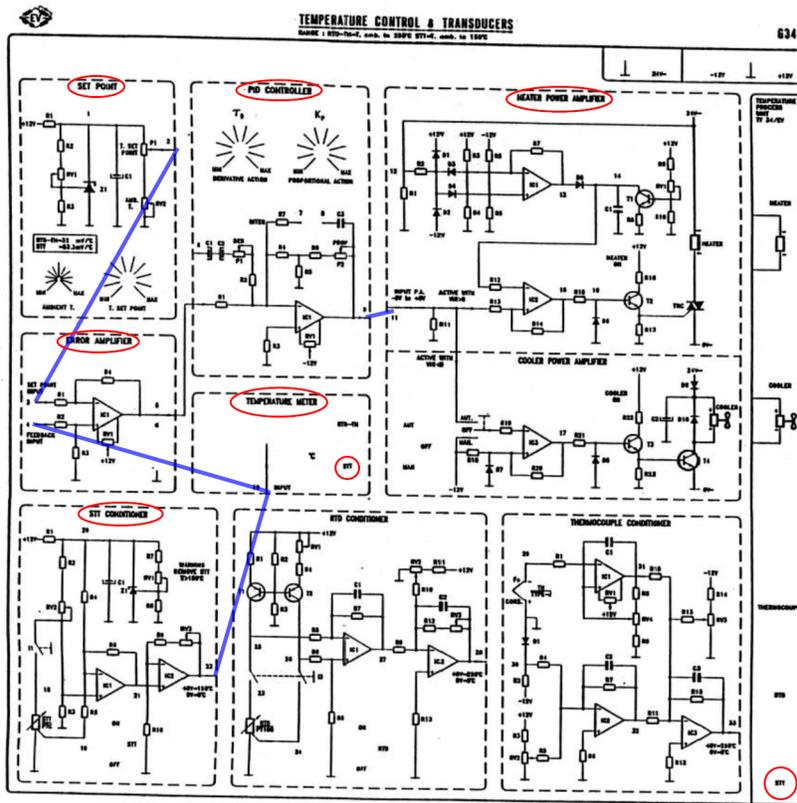

Figura 9. Módulo de control de un sistema térmico
7. Conectar la salida **PID CONTROLLER** (borne 9) con la entrada de **HEATER POWER AMPLIFIER** (borne 11). En la Figura 9 se observa en color rojo las partes del modulo que se utilizarán y en azul, las conexiones necesarias.